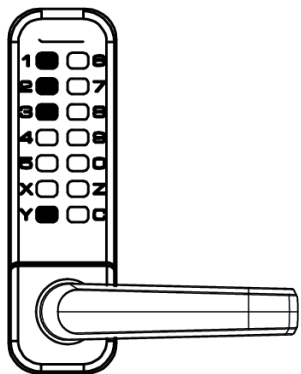
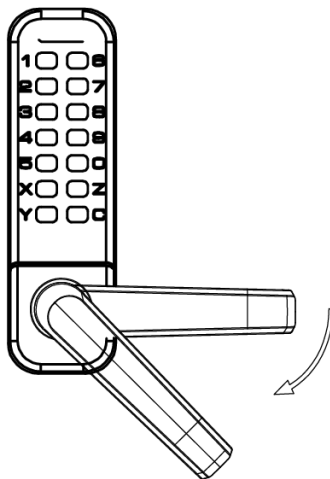

FIG1A
FIG1B
2) **Définir un nouveau mot de passe** : Maintenez la touche Y enfoncée, puis saisissez le nouveau mot de passe (ce mot de passe ne peut être utilisé qu'une seule fois), comme illustré sur la figure 1A. Relâchez ensuite la touche Y et tournez le bouton une fois, comme illustré sur la figure 1B. Le nouveau mot de passe sera alors enregistré. Après avoir défini un nouveau mot de passe, veuillez le mémoriser et le conserver.